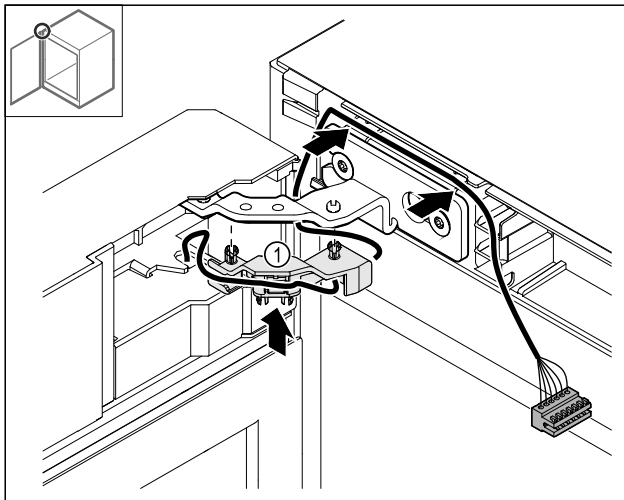

Fig. 48
- ▶ Kabelhalterung Fig. 48 (1) ins Scharnier drücken.